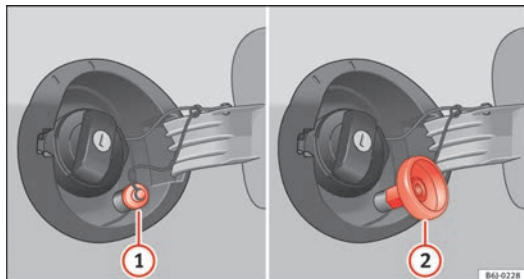

Abb. 128 Geöffnete Tankklappe mit Autogas-Einfüllstutzen und Adapter.
- Schrauben Sie den Deckel des Autogas-Einfüllstutzens ⇒ Abb. 128 (1) ab.
- Schrauben Sie den erforderlichen Adapter ⇒ Abb. 128 (2) auf den Autogas-Einfüllstutzen (1).
- Schrauben Sie den Adapter ⇒ Abb. 128 (2) wieder ab. ▶
⇒ Abb. 128 **1** auf.